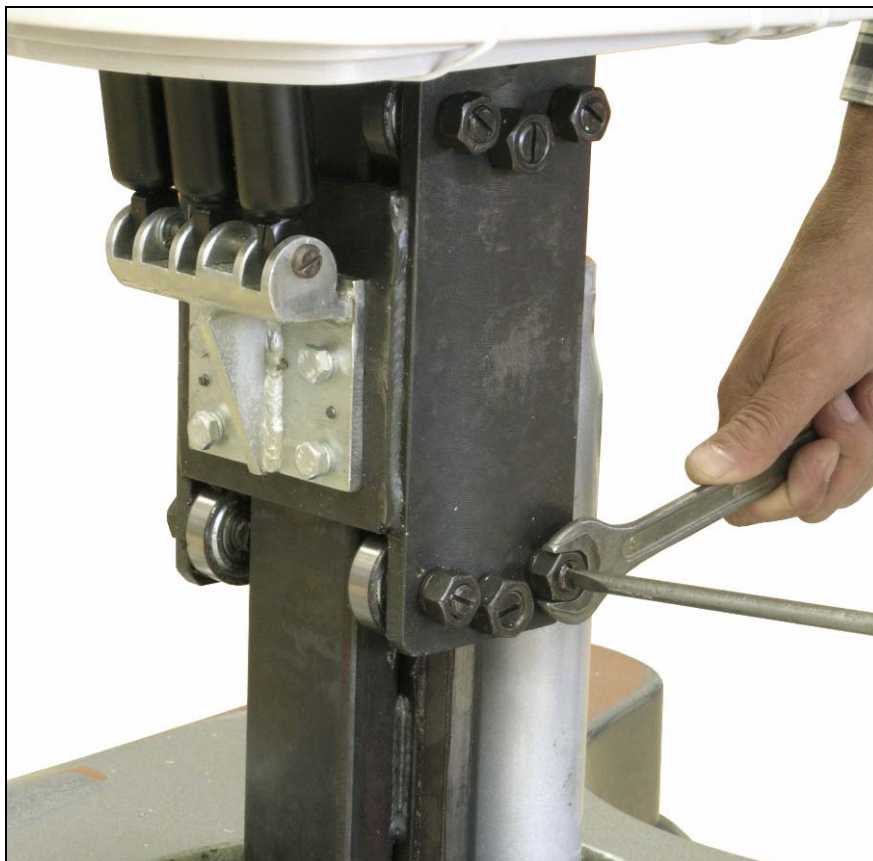

Рисунок 32.
12.8.1 Регулировка колонны в продольном направлении (Рисунок 32). С одной стороны колонны отпустите четыре гайки и отверткой подведите (при помощи эксцентриковых роликов) все подшипники до соприкосновения со стойкой, после чего затяните гайки.